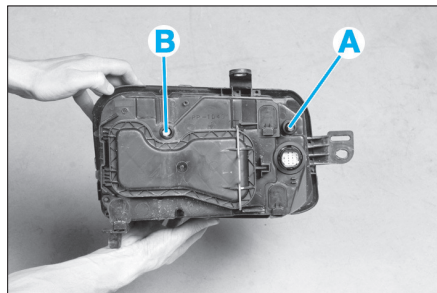

FIG. 65
- Régler l'axe horizontal en agissant sur la molette (A) et l'axe vertical en (B) (Fig.65).